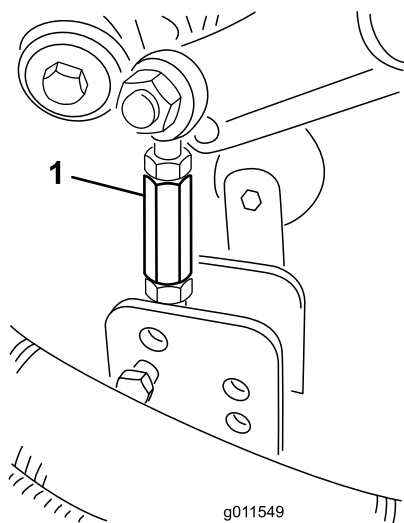

Figure 25
9. Enlevez les goupilles fendues et les axes de chape qui fixent les biellettes d'amortisseurs aux supports du tablier de coupe (Figure 25).